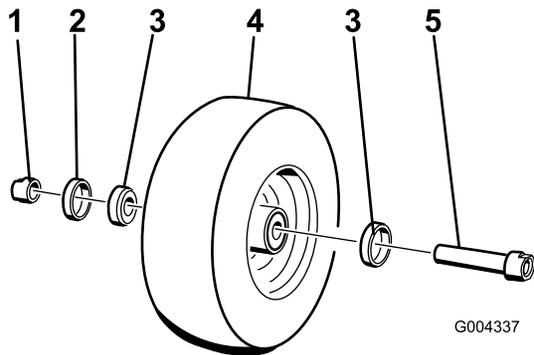

Figura 30
- Retire **una** de las tuercas espaciadoras (con segmentos planos para llave inglesa) del eje (Figura 30).
- Retire el eje **sin** retirar la otra tuerca espaciadora (Figura 30).
- Introduzca el cojinete y una junta nueva en la rueda (Figura 30).
- Instale el conjunto de tuerca y eje en la rueda, en el lado que lleva el cojinete y la junta nueva (Figura 30).
- Instale el segundo cojinete y una junta nueva en la rueda (Figura 30).